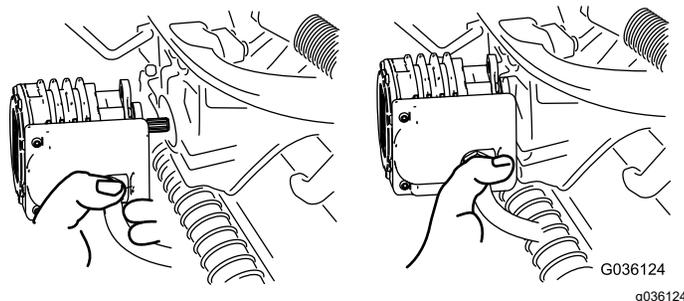

Рисунок 58
4. Переместите электродвигатель на место хранения на передней стороне рычага подвески (Рисунок 58).